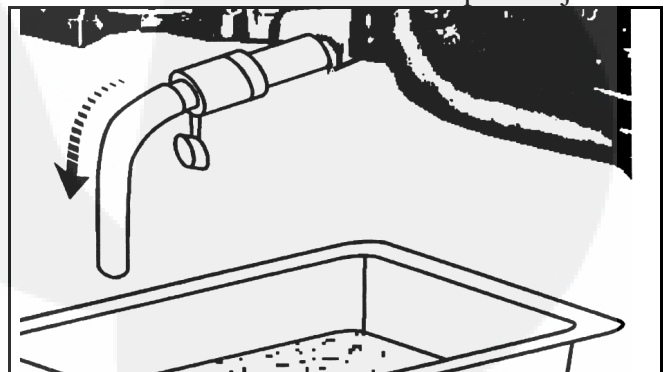

Fig 24
1. Plaats een platte bak van 2 liter onder het verversingskraantje. (Fig. 24). Nota: het is mogelijk dat men de linkse kant van de traktor moet optillen (met spieën onder de linkse wielen) om het leeglopen te bevorderen.